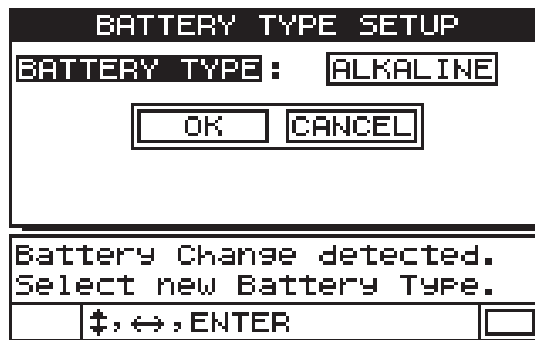

Figura 2-3 Selezione del tipo di batteria
11. Nella parte inferiore della schermata viene visualizzata una domanda relativa all'impostazione del tipo di batteria. Per impostare il tipo di batteria usare la freccia destra o sinistra e premere il tasto [ENTER] (vedere Figura 2-3 a pagina 34):